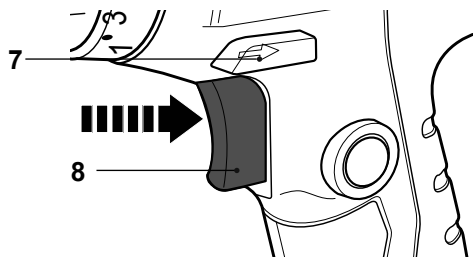

Fig. 9
1. Encienda el producto pulsando el interruptor on/off (8) (Fig. 9).
2. Apague el producto por soltar el interruptor de encendido/apagado (8).